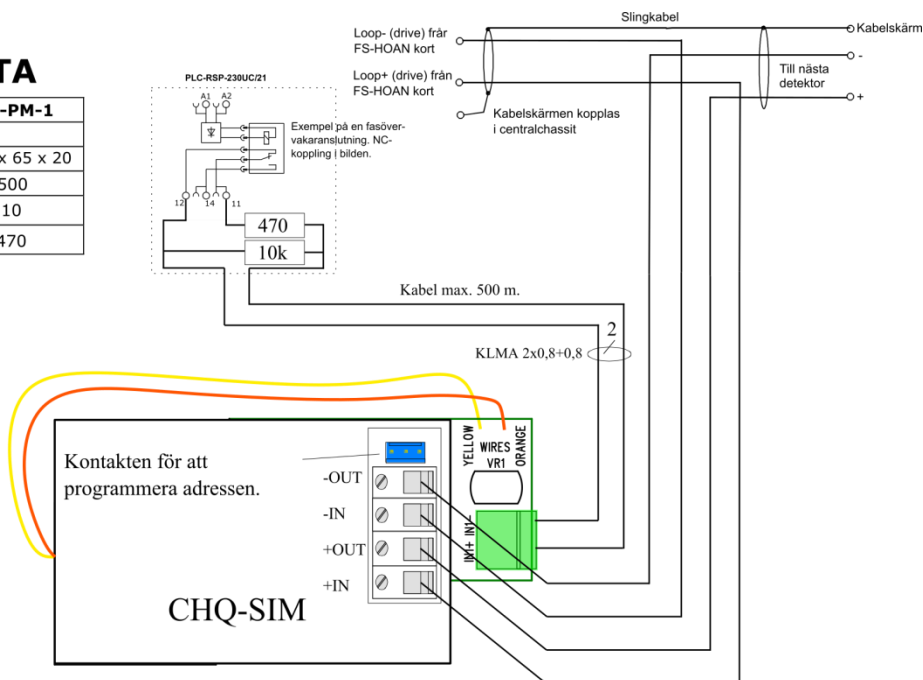

Bild 1. koppling (NC)
Övervakad, NC-koppling. Fabriksinställning(bild 1).
- fasövervakarna är NC-kopplade (som i bild 1)